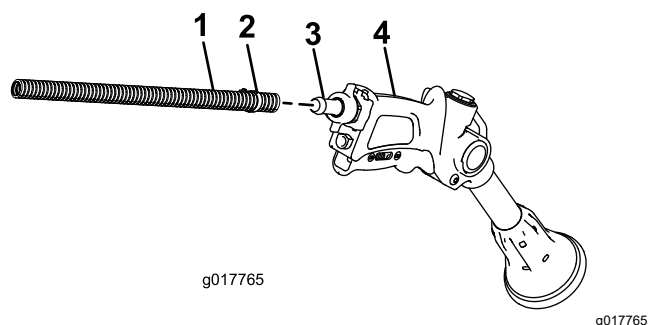

Рисунок 41
2. Подсоедините свободный конец длинного шланга к штуцеру распылителя (Рисунок 41).